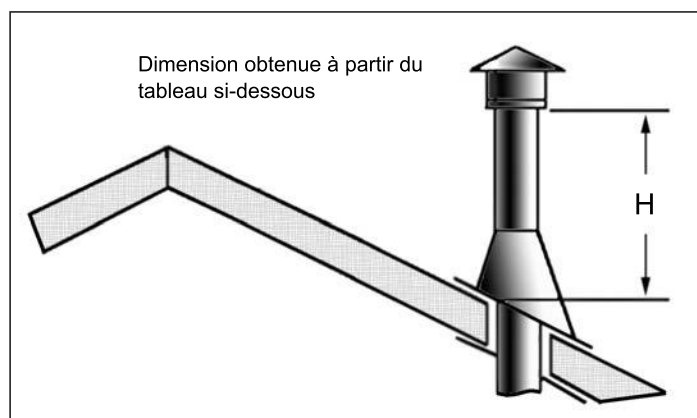

Figure 54: Hauteur de la terminaison verticale ; Se référer au Tableau 7
Étape 3. Pour installer la boîte de support ronde / le coupe-feu mural dans un plafond plat, coupez un trou carré de 10 po (25.4 cm) dans le plafond, centrée sur le trou percé dans l'étape 2. Encadrez le trou comme dans la Figure 54.
- Étape 6.** Une fois que les sections de conduit ont été joints et passent par le trou dans le toit, faites passer une sangle de coude par-dessus les sections exposées, pliez les sangles du support vers l'extérieur, et poussez la sangle au niveau du toit, comme démontré dans la Figure 54. Serrez autour de la section de conduit. Utilisez un niveau à bulle pour s'assurer que le conduit est parfaitement vertical. Avec des clous de toiture, fixer les sangles de support au toit. Scellez les trous des clous avec du mastic non-durcissant. Taillez le surplus des sangles de support qui dépassent le solin. .
- Étape 9.** Passez le collet de solin par-dessus le conduit et poussez-le vers le toit comme dans la Figure 54. Utilisez le mastic non-durcissant sur le joint entre le conduit et le solin.